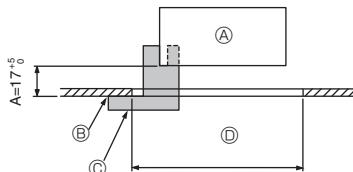

Fig. 9-2
①	Grille	1	950 x 950 (mm)
②	Schéma d'installation	1	(divisé en 4 parties)
③	Vis (4 x 16)	1	pour PLP-6EAE, PLP-6EALE, PLP-6EALME
④	Panneau en coin i-see sensor	1	pour PLP-6EAE, PLP-6EALE, PLP-6EALME
⑤	Télécommande sans fil	1	pour PLP-6EALM, PLP-6EALME
⑥	Support de la télécommande	1	Fournie s'il s'agit d'un modèle avec télécommande sans fil.
⑦	Piles LR6 AA	2	Fournie s'il s'agit d'un modèle avec télécommande sans fil.
⑧	Vis autotaraudeuses 3,5 x 16	2	Fournie s'il s'agit d'un modèle avec télécommande sans fil.
9.2. Préparation avant d'attacher la grille (Fig. 9-2)
- À l'aide de la jauge ② fournie avec ce kit, ajustez et vérifiez la position de l'appareil principal par rapport au plafond. Si l'appareil principal n'est pas correctement positionné par rapport au plafond, des fuites d'air peuvent se produire et provoquer un phénomène de condensation.